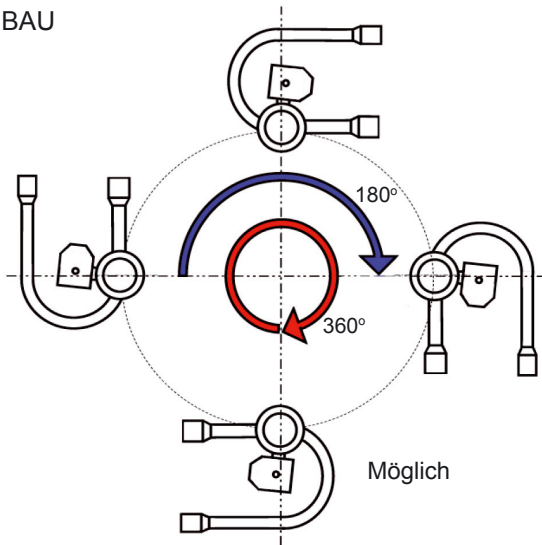

Abb. 1
- Horizontale Lage; die Ausrichtung der Ventile der STF-Serie 25, 30, 40, 50, 60 muss zwischen  $0^\circ$  und  $180^\circ$  liegen. Für alle weiteren Ventiltypen ist eine Ausrichtung zwischen  $0^\circ$  und  $360^\circ$  möglich (Abb. 1).